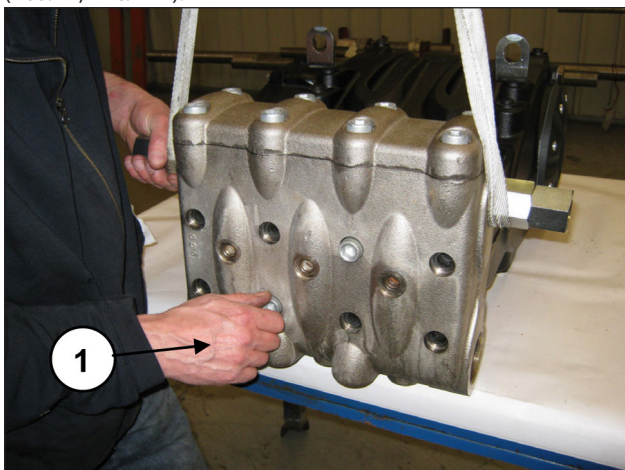

Рис. 111
Теперь можно снять торец с картера насоса, открутив 8 винтов M16x180 (поз. ①, Рис. 111).